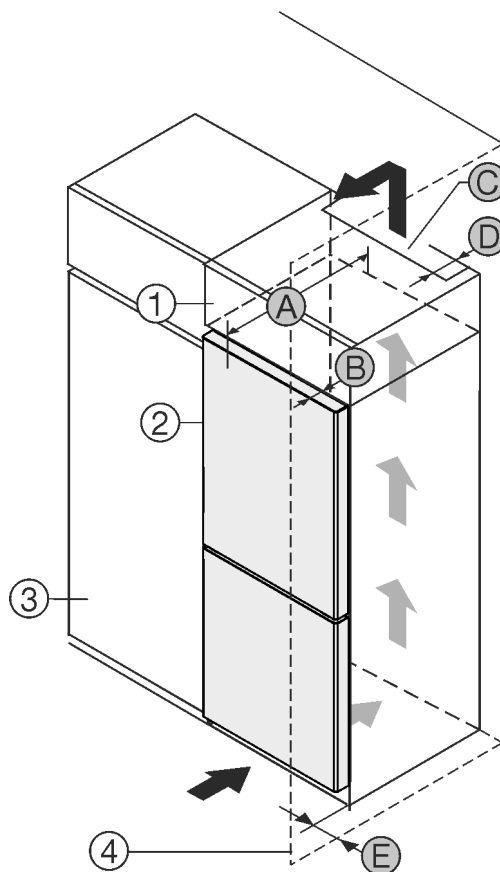

Fig. 1
Jūs varat uzstādīt ierīci tieši blakus virtuves skapim Fig. 1 (3).
Uzliekamā skapīša aizmugurē jābūt ventilācijas spraugai ar dziļumu Fig. 1 (D) visa uzliekamā skapīša platumā.
Zem telpas grieztiem jāievēro ventilācijas šķērsriezums Fig. 1 (C).
Ja jūs uzstādāt ierīci ar eņģēm blakus sienai Fig. 1 (4), tad atstatumam starp ierīci un sienu jābūt vismaz 13 mm.
Ja jūs uzstādāt ierīci ar eņģēm blakus sienai Fig. 1 (4), tad atstatumam starp ierīci un sienu jābūt vismaz 20 mm.
Lai jūs varētu pilnīgi atvērt durvis, ierīcei jābūt izvirzītai par durvju dziļumu Fig. 1 (B) attiecībā pret virtuves skapja priekšdaļu. Atkarībā no virtuves skapju Fig. 1 (3) dziļuma un sienas spraišu izmantošanas ierīce var būt vairāk izvirzīta.